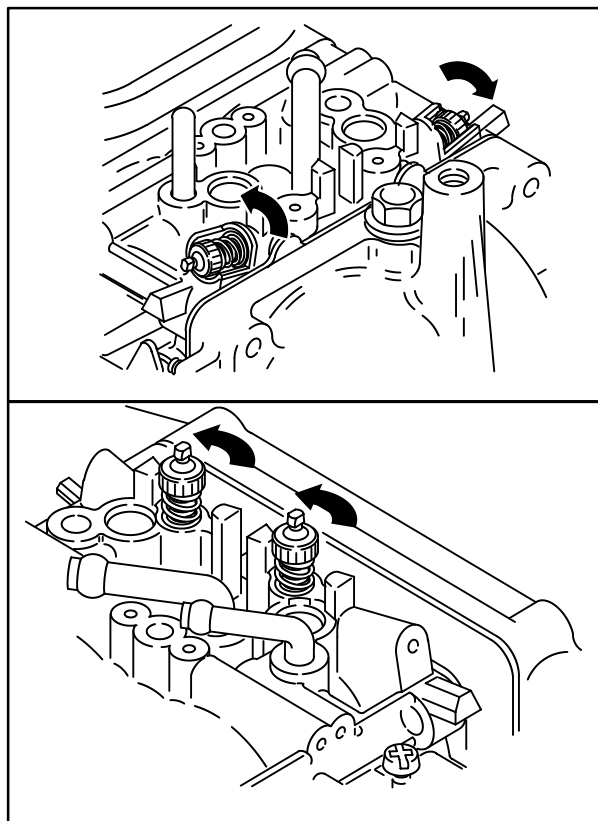

Fig. 18
O procedimento de ajuste da mistura de combustível do carburador do motor OHV de dois cilindros é exclusivo. Efetue os ajustes exatamente na sequência mostrada. Os motores do virabrequim horizontal (1) e os motores do vertical (2) são mostrados na Fig. 18.
1. Gire o parafuso de mistura sem carga do cilindro 1 no SENTIDO HORÁRIO até encaixar. NÃO FORCE, Fig. 18.